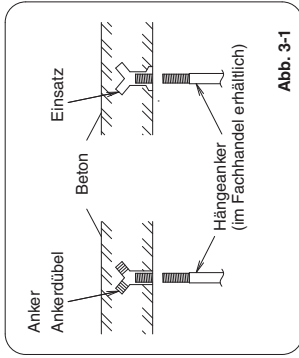

Abb. 3-1
- (2) Die Hängeanker hineindrehen, wobei diese aus der Decke herausragen müssen, wie in Abb. 3-1 gezeigt.